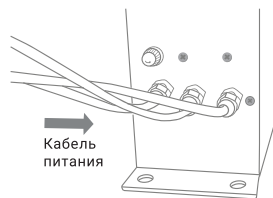

Рис. 6
3. Вскройте упаковку и проверьте комплектность поставки. Количество выходов на корпусе под установку УФ-ламп должно соответствовать количеству соединительных портов^[1]. С каждого соединительного порта выходит кабель, оканчивающийся 4-контактным электрическим разъемом для подключения УФ-ламп. Кабель питания подключен к отдельному порту (рис. 6).